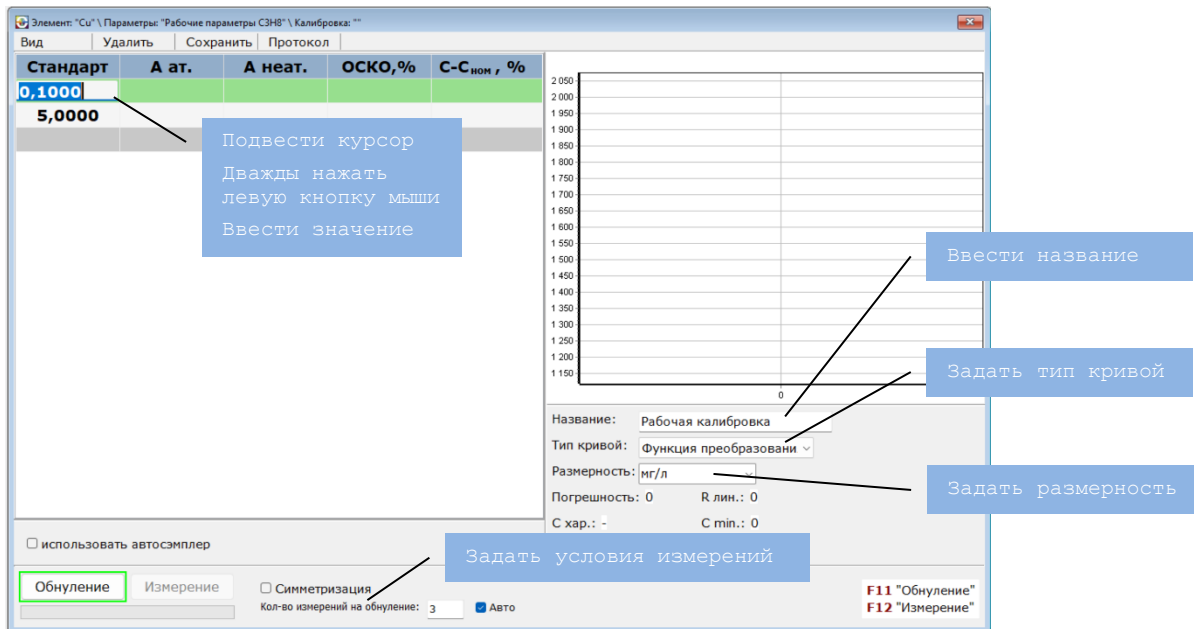

Рис. 30 Установка параметров калибровки
2. Ввести название калибровки, тип кривой «Функция преобразования» и размерность стандартных растворов рис. 30.